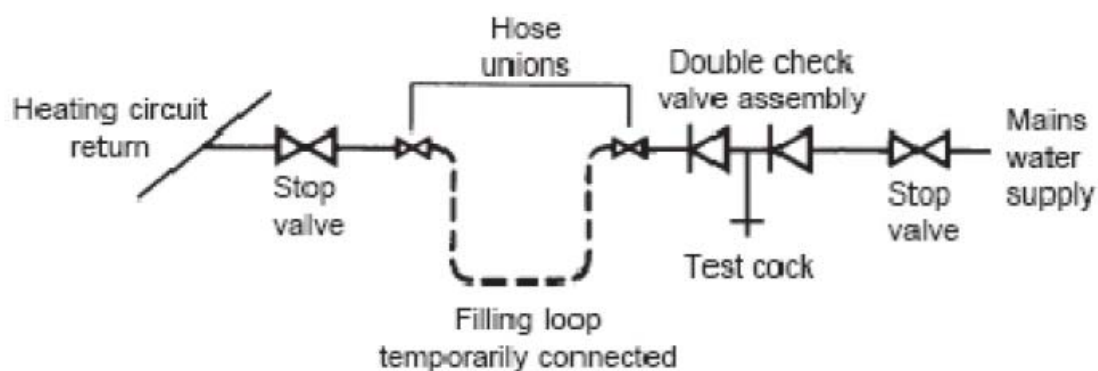

Fig. 7
- L'apparecchio viene dotato di un bypass interno che funziona con prevalenze dell'impianto (H) maggiori di 3 m. Il flusso massimo attraverso il bypass è di circa 300 l/h. Se devono essere installate valvole del radiatore termostatico, almeno un radiatore deve essere privo di valvola termostatica (di solito il radiatore del bagno).
- Un impianto stagno deve essere riempito soltanto da una persona competente che utilizzi uno dei metodi approvati indicati nella fig. 7. Il progetto del sistema deve includere i collegamenti appropriati a uno di questi metodi.